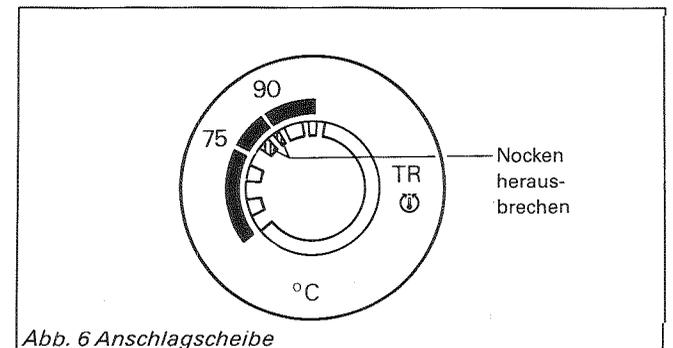

Abb. 6 Anschlagsscheibe
3. Mit einer Spitzzange die in Abb. 6 markierten Nocken aus der Anschlagsscheibe herausbrechen.